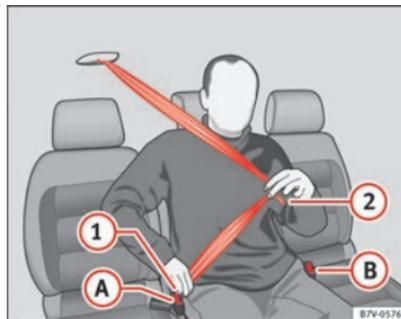

Abb. 12 Sicherheitsgurt am mittleren Sitz in der zweiten Sitzreihe anlegen.
- Gurtband an der Schlosszunge ⇒ **Abb. 12** **1** nach unten ziehen. Dabei das Gurtband **nicht** verdrehen ⇒ **⚠**.
- Gurtband an der Schlosszunge ⇒ **Abb. 12** **2** über das Becken des Insassen ziehen.
- Schlosse (2) fest in das zum Sitzplatz gehörende Gurtschloss (B) stecken.
- Rote Taste im Gurtschloss ⇒ Abb. 12 (A) drücken. Die Schlosse springt heraus.
- Rote Taste im Gurtschloss ⇒ Abb. 12 (B) drücken. Die Schlosse springt heraus.